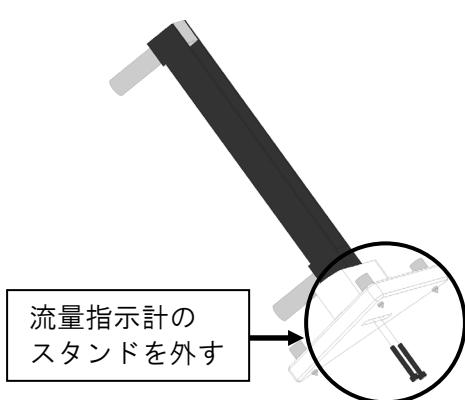

図1
- ① 流量指示計のスタンド底面にある2箇所のビスを緩め、スタンドを取り外します。(図1)